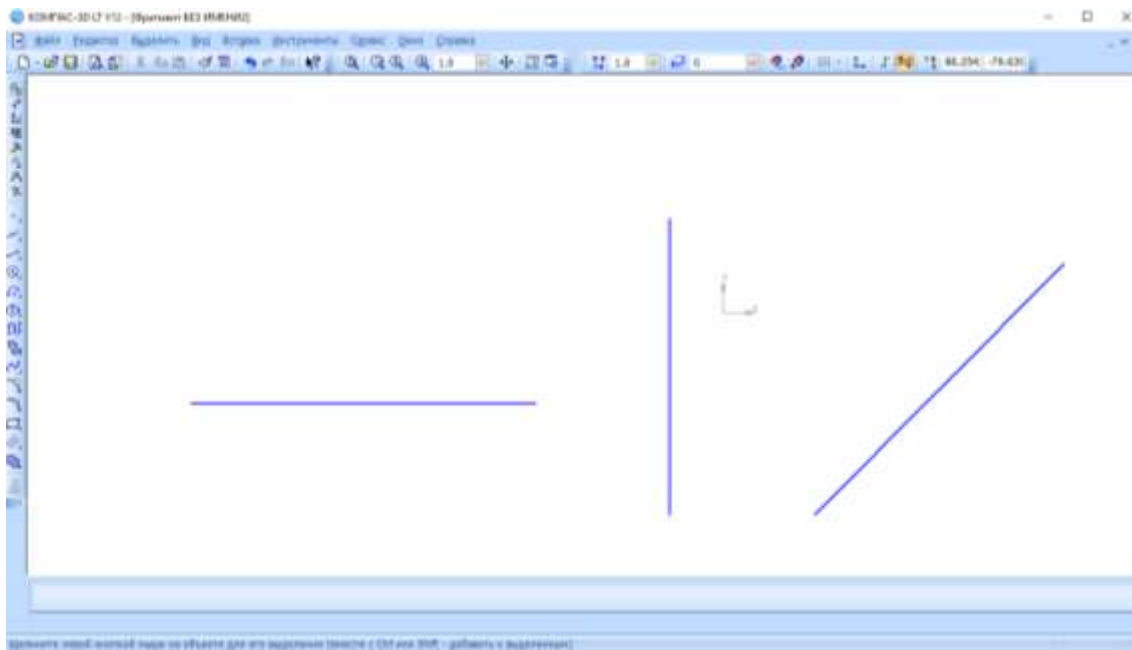

Рис. 2.3
- Проверьте правильность построения (рис. 2.3).